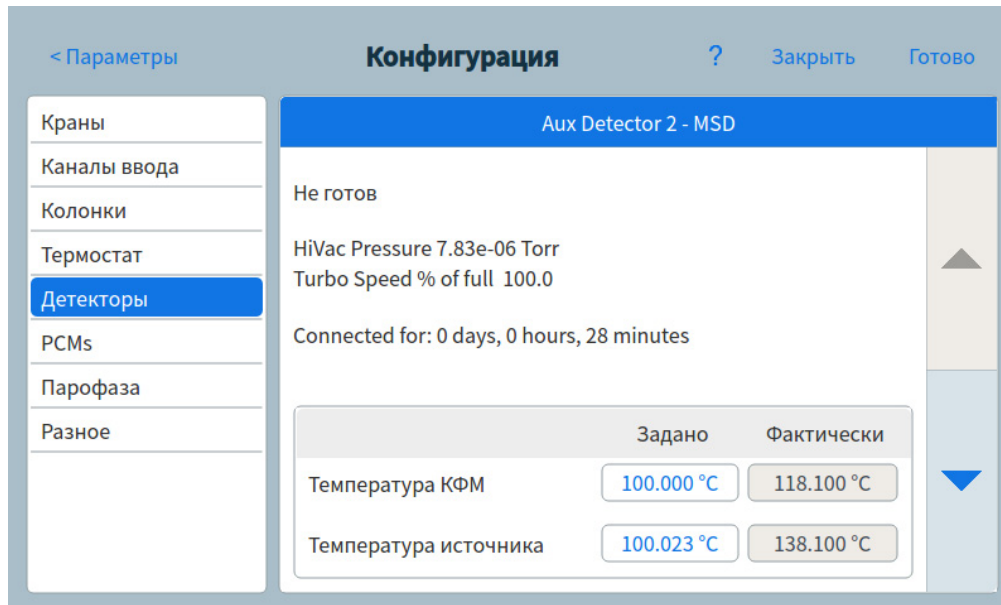

Рис. 59. Страница параметров детектора МСД
- 1 Выберите **Параметры > Конфигурация > Детекторы**. См. **Рис. 59**.